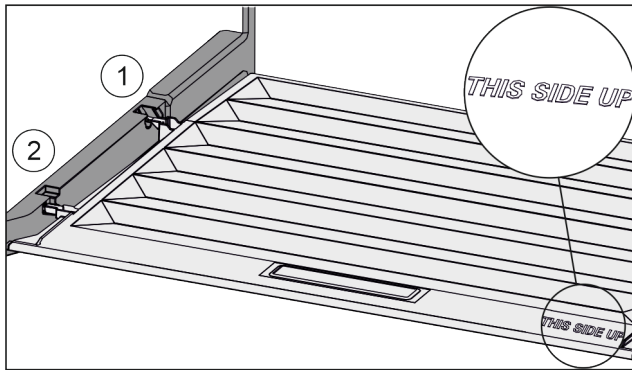

Fig. 162
- ▶ Пъхнете шийките на капака през отвора в задния държач Fig. 162 (1) и фиксирайте отпред в държача Fig. 162 (2).